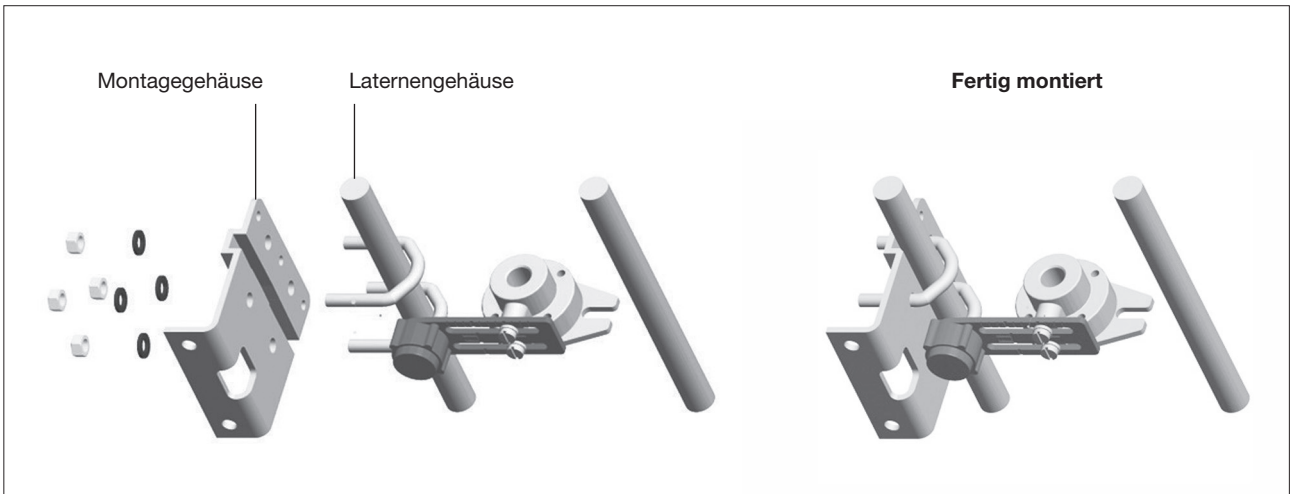
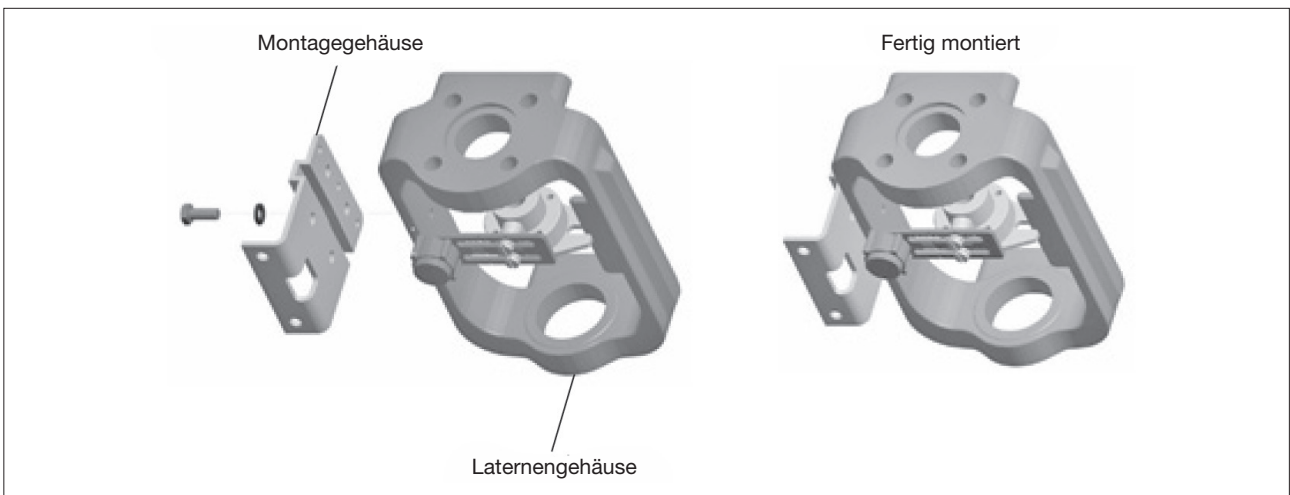

Bild 9: Montage Montageplatte an Linearantriebe mit Säule
Bild 10: Montage Montageplatte an Linearantriebe mit Laterne
4. Montageplatte locker an den Antrieb befestigen. Siehe Bild 9 für Linearantriebe mit Säule. Für Linearantriebe mit Laterne, siehe Bild 10.